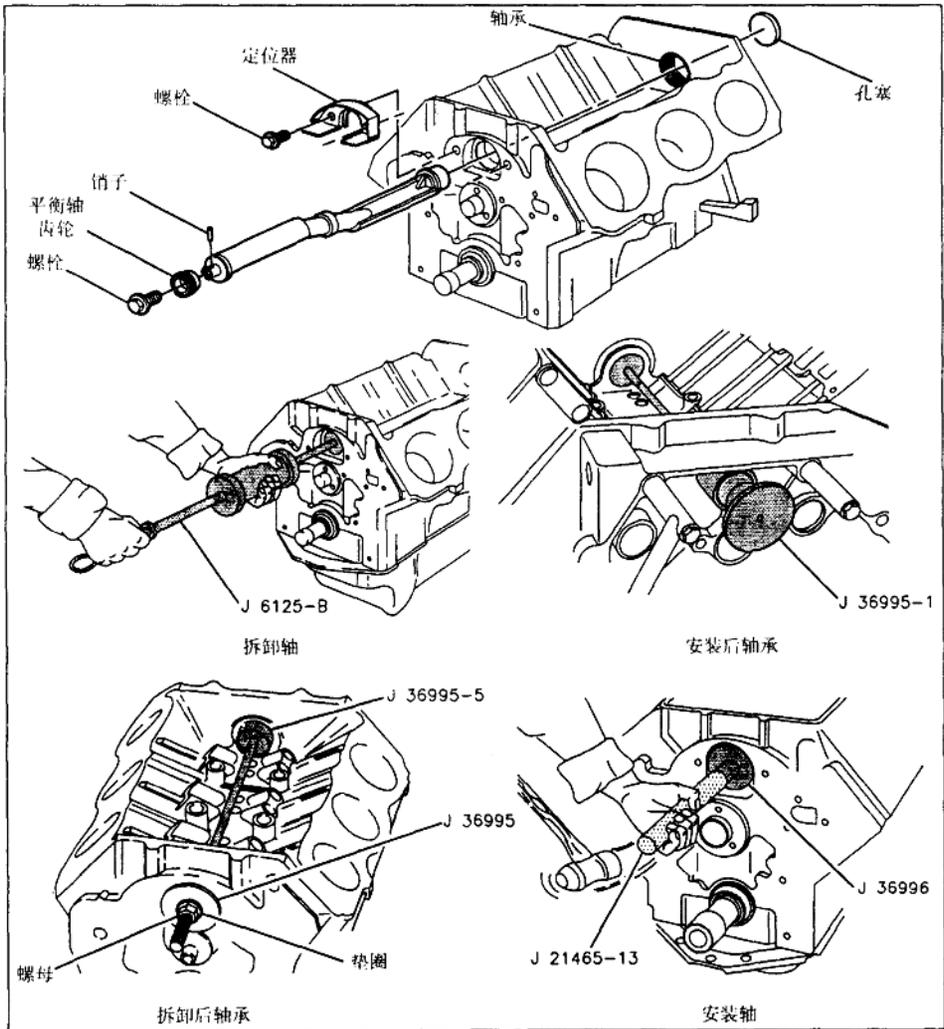

图1-1-9 3.8L发动机平衡轴拆卸
①脱开蓄电池负极电缆,拆下飞轮,拆下进气歧管。
②拆下气门挺杆导管定位器,拆下正时前链罩盖,见图1-1-9,拆下平衡轴传动齿轮螺栓。拆下凸轮轴链轮和正时链。
③拆下平衡轴定位器螺栓,拆下平衡轴定位器和齿轮,拆下平衡轴。拆下平衡轴后塞和后轴承。